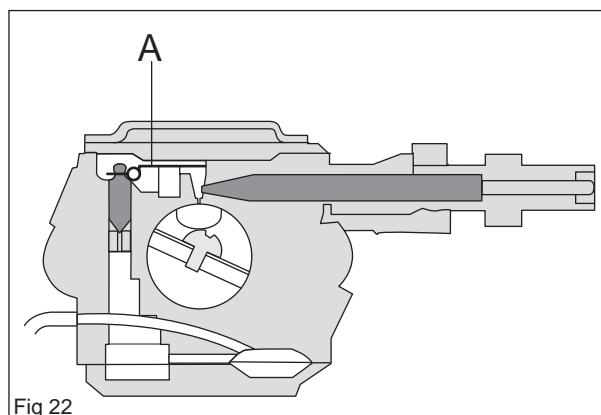

Fig 22
Les fonctions de commande des gicleurs et du carburant sont placées dans l'unité de dosage (A). C'est ici qu'est déterminé le mélange correct en fonction du nombre de tours et de la puissance (voir la figure 22).